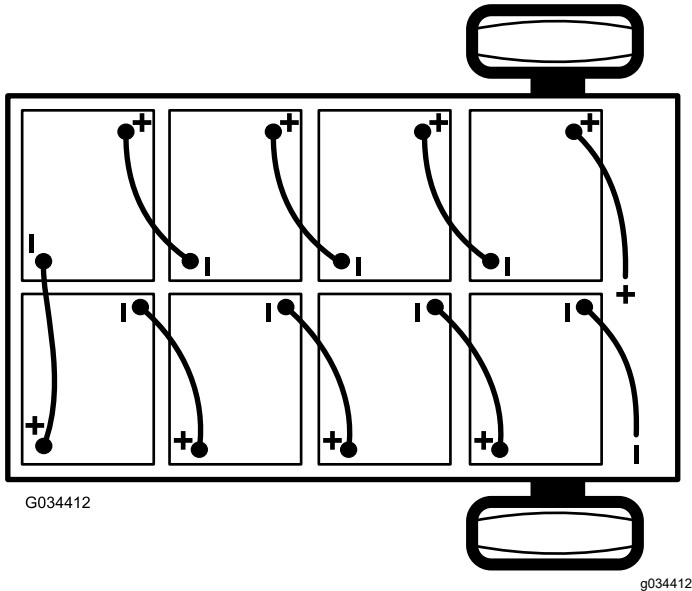

Figura 43
2. Desconecte el cable negativo principal (negro) de las baterías que conecta el banco de baterías a la conexión de tierra de la máquina (Figura 43).
- Desconecte el cable positivo principal de la batería (rojo) que conecta el banco de baterías al contactor principal de la máquina (Figura 43).
Nota: Preste atención a la polaridad de las baterías al instalar las baterías nuevas (Figura 43).
- Conecte las baterías entre sí como se muestra en Figura 43 con los cables de interconexión de las baterías que retiró en el paso 1.
- Conecte el cable positivo principal de las baterías (rojo) entre el banco de baterías y la máquina (Figura 43).
- Conecte el cable negativo principal de las baterías (negro) entre el banco de baterías y la máquina (Figura 43).